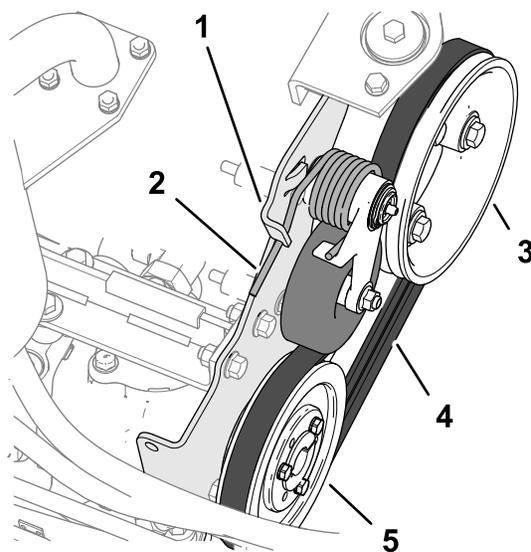

Рисунок 84
2. Потяните вниз за конец пружины натяжения ремня и выведите его из выемки в выступе крепления насоса, затем отведите конец пружины вперед (Рисунок 84).